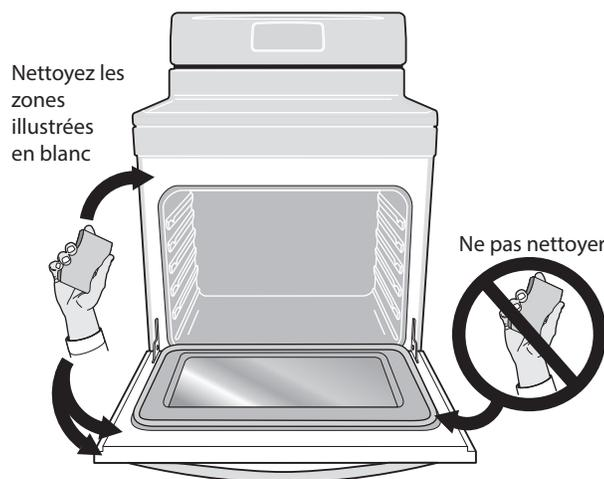

Fig. 64 Zones de la porte du four et du cadre : nettoyez avec soin
- **Ne nettoyez pas le joint de la porte du four** (figure 64). N'utilisez aucun produit de nettoyage sur le joint de la porte. Vous pourriez endommager le joint. Le joint tissé de la porte est essentiel à la bonne étanchéité du four. Prenez soin de ne pas frotter, endommager ni retirer le joint de la porte.